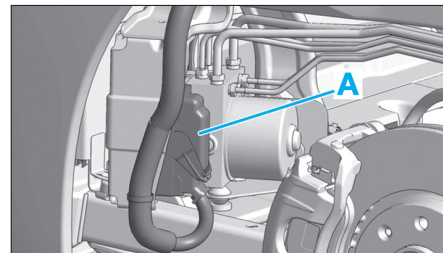

Fig. 27
- Débrancher le connecteur en "A" (Fig.27).